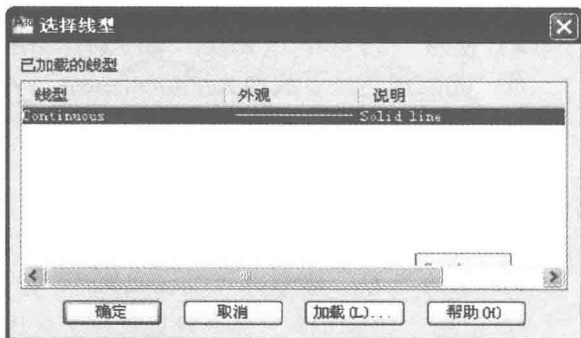

图 13-14 “选择线型”对话框
(6) “选择线型”对话框 单击要修改图层的线型名，显示图 13-14 所示的“选择线型”对话框。对话框显示了默认和已加载线型的线型名、外观和说明。单击已加载的线型列表框中的一种线型，再单击“确定”按钮，线型便设置完成。如果列表框中未列出这种线型，则单击“加载 (L)...”按钮，弹出图 13-15 所示的“加载或重载线型”对话框。单击对话框中的“文件 (F)...”按钮，选择线型文件，如 acad.lin 或 acadiso.lin。在“可用